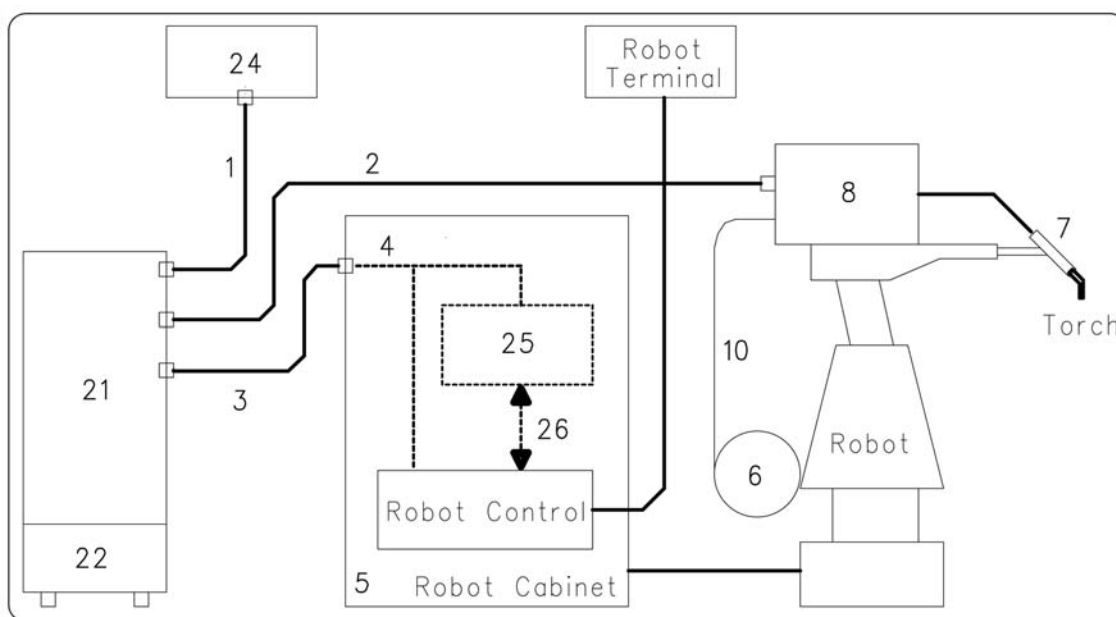

fig. 2
Está compuesto por un Generador, equipado eventualmente con un Grupo de Enfriamiento, un Carro Arrastrahilo, un Panel de Control y si necesario, de una Interfaz Robot (ver fig. 2).
NOTA: Si el Control Robot (Robot Control en fig. 2) tiene la línea de comunicación de tipo CANopen, la interfaz (25) y el cable (26) no están necesarios. El Generador (21) se equipa de la línea CANbus
3.2 Puesta en marcha Generador (fig. 2).